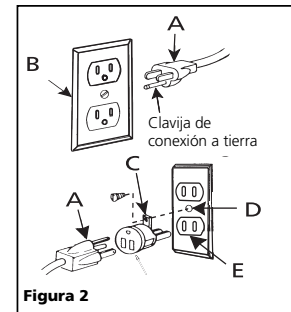

Figura 2
- Esta herramienta está diseñada para usarse en un circuito que tenga un tomacorriente como el que está representado en la Figura 2. La herramienta tiene un enchufe con conexión a tierra, marcado (A). Se puede usar un adaptador temporal para conectar el enchufe en un receptáculo de 2 orificios (E). Este adaptador temporal se debe usar únicamente hasta que un electricista calificado pueda conectar un tomacorriente adecuado (B) con conexión a tierra. La lengüeta rígida de color verde (C) que sale del adaptador debe conectarse a una conexión a tierra permanente únicamente, tal como un tornillo de tomacorriente conectado a tierra correctamente (D).